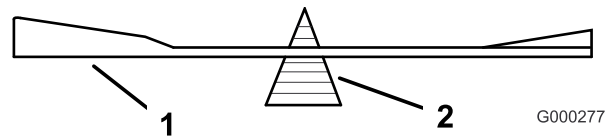

Figure 59
2. Vérifiez l'équilibre de la lame en la plaçant sur un équilibreur (Figure 59).
déséquilibrée, limez un peu l'extrémité de la partie relevée seulement (Figure 59). Répétez cette procédure jusqu'à ce que la lame soit équilibrée.